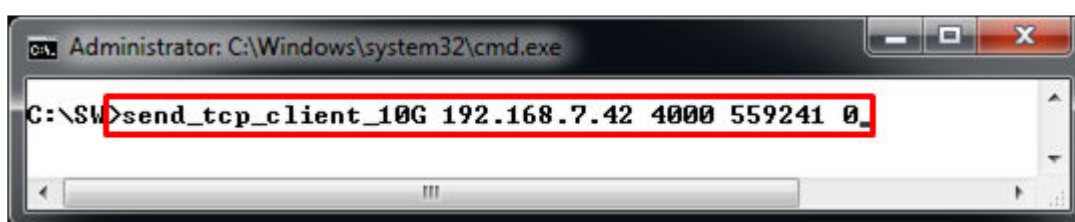

図 18: パフォーマンステストモードのコマンドライン
- 本デモでは送信デモと同様 IP アドレスとポート番号が固定されていますので図 18 に示すような以下のコマンドラインとしてください。(変更するためには製品版のプロジェクトにて HDL ソースコードで変更・再コンパイルする必要があります。)